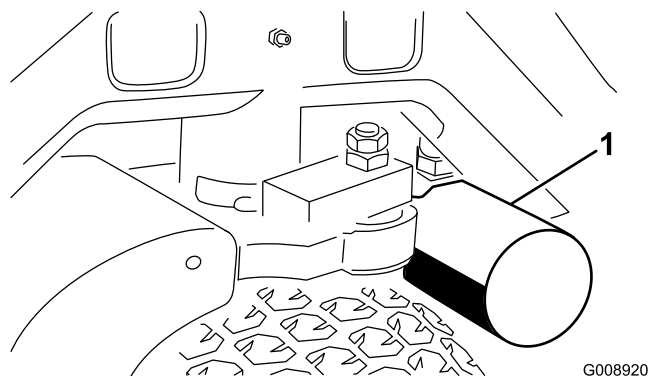
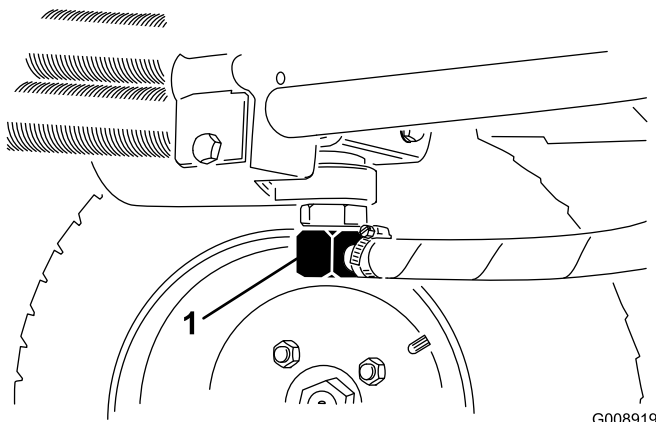

Figura 58
Figura 59
3. Limpe a zona de montagem do filtro. Coloque um recipiente de escoamento debaixo do filtro (Figura 58) e retire o filtro.
2. Desconecte as tubagens hidráulicas (Figura 59) ou retire o filtro hidráulico (Figura 58) e deixe que o fluido hidráulico esorra para dentro de um recipiente de escoamento. Instale as tubagens hidráulicas quando o fluido pare de escorrer.